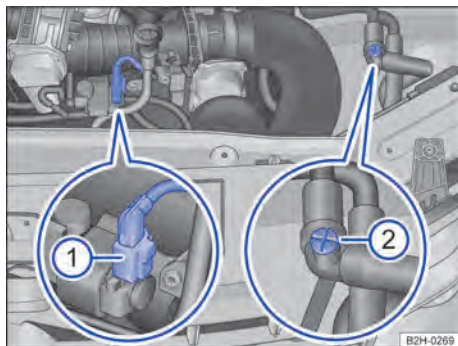

Fig. 189 No compartimento do motor: conector e válvula de ventilação manual.
5. Abrir a válvula de ventilação manual → Fig. 189 ② em cerca de três voltas em sentido anti-horário.
7. Remover o conector ao lado da vareta de medição do óleo → Fig. 189 ① e fixar. Não conectar o conector novamente até a visita à oficina.